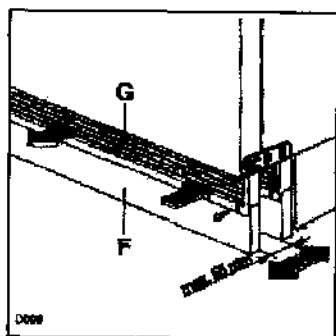

Рис. 7
Цоколь (F) (рис. 7) регулируется по глубине (максимум 55 мм).